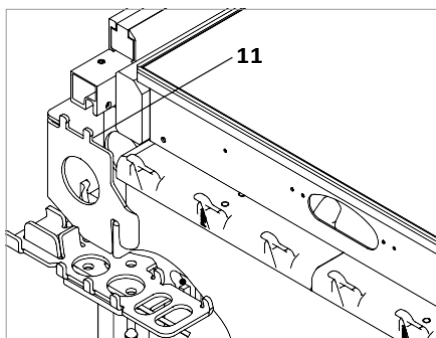

Fig. A5.14
- Челно захващане SSL (11). (Fig. A5.14)
- се използва челно захващане, (Fig. A5.14)